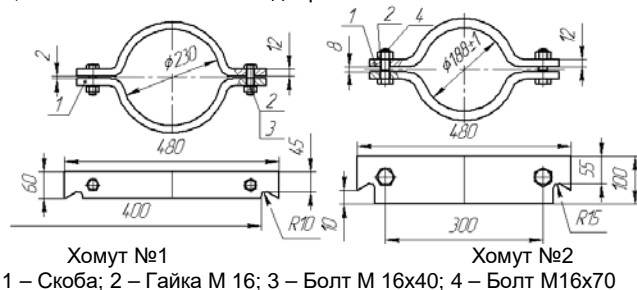

Рисунок 4. Монтажные хомуты.
6.1.5 Монтаж агрегата производите при помощи автокрана или монтажной треноги, способных поднять груз массой, равной массе агрегата вместе с кабелем, колонной водоподъемных труб, заполненных водой, и коленом опорным. Высота подъема стрелы крана или высота монтажной треноги должна быть достаточной для подъема самой длинной секции установки. Монтаж водоподъемных труб в скважину производится при помощи монтажных хомутов, изготавливаемых или подбираемых пользователем согласно рис. 4.